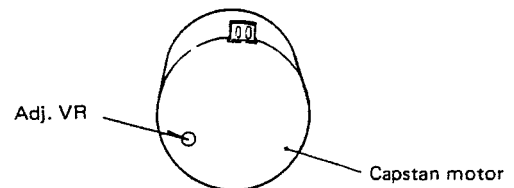

Fig. 4-2
- 4) Adjust the variable resistor (Fig.4-2) to get the adjustment value of 3,000 Hz to 3010 Hz.
- 4) 周波数値が 3,000~3,010 Hz となるよう、Fig.4-2 に示す調整 VR を調整する。